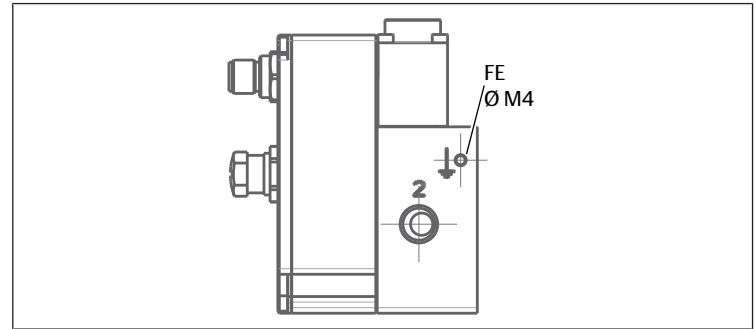

Fig. 2: Mettre à la terre le boîtier de distributeur
2. Relier le boîtier de distributeur à basse impédance à la mise à la terre (FE) via la prise de terre FE (Ø M4). Voir → Fig. 2.